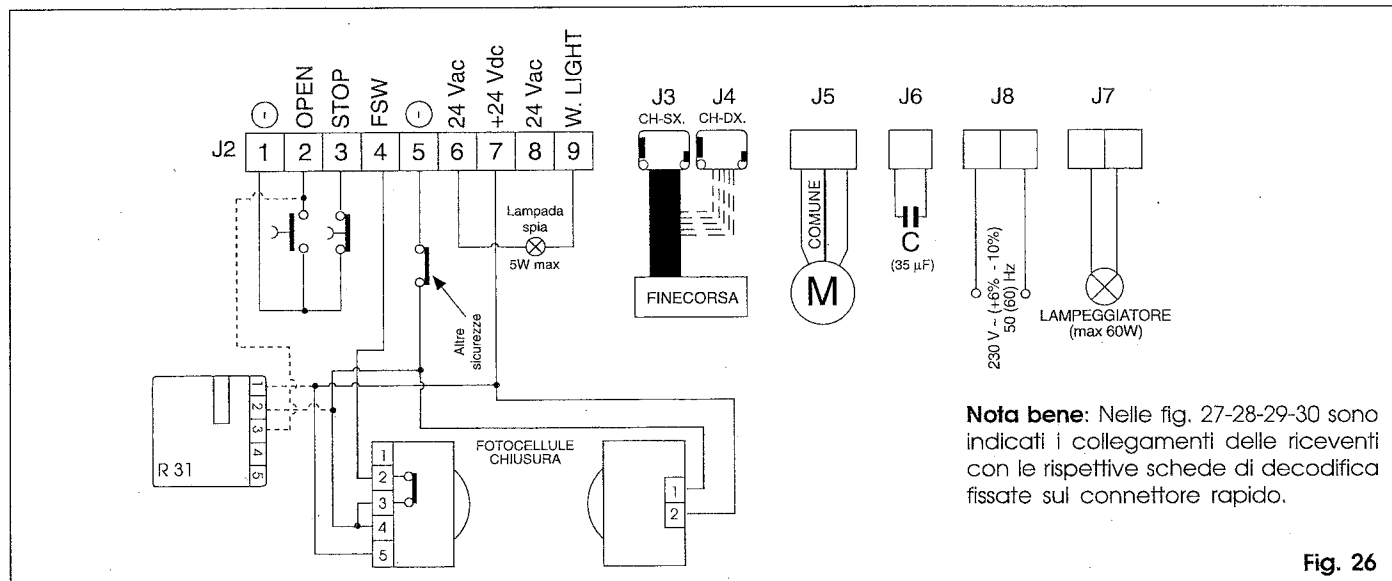

Fig. 26
- ① Trimmer TR1 di regolazione della frenatura.
- ② Pulsante di RESET
- ③ Fusibile F2 T1,6A - 250 V 5x20 (alimentazione accessori)
- ④ Fusibile F3 T250 mA - 250 V 5x20 (trasformatore)
- ⑤ Fusibile F1 F5A - 250 V 5x20 (motore elettrico)
- ⑥ Morsetti J7 a 230 V per il collegamento del lampeggiatore (carico max 60W) - (fig.26).
- ⑦ Morsetti J8 a 230 V per alimentare il sistema (fig.26).
- ⑧ Connettore J6 per il collegamento rapido del condensatore di spunto: l'operatore viene fornito con il condensatore già collegato (fig.26).
- ⑨ Connettore J5 per il collegamento rapido del motore elettrico: l'operatore viene fornito con il motore elettrico già collegato (fig.26).